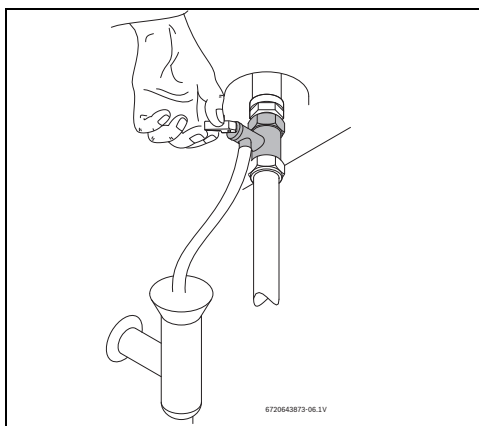

Fig. 12 Acionamento manual da válvula de segurança
- ▶ Abrir a válvula de segurança (Fig. 12).
- ▶ Abrir manualmente a válvula de segurança pelo menos uma vez por mês (Fig. 12).